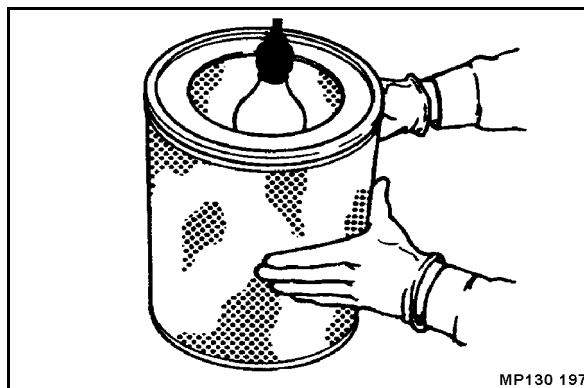

Fig. 190
- Inspecter l'état du filtre à l'aide d'une lampe (fissures ou trous dans le papier) (Fig. 190).